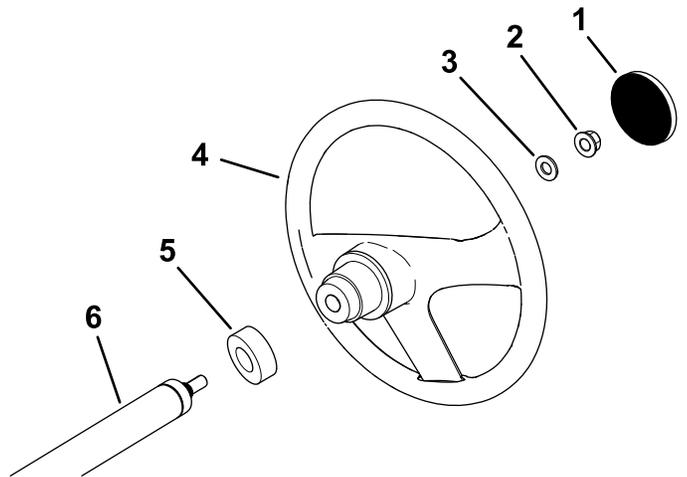

图 3
1. 如果方向盘轮毂安装了护罩将其卸掉图 3。
2. 从转向轴上卸下锁紧螺母图 3。
3. 将方向盘、防尘罩和垫圈 1/2 英寸滑入转向轴图 3。
5. 将护罩安装到方向盘上图 3。